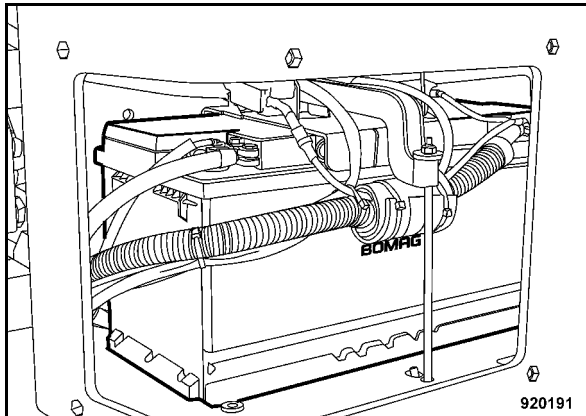

Fig. 114
- Limpiar la batería y el compartimento de la batería (Fig. 114).